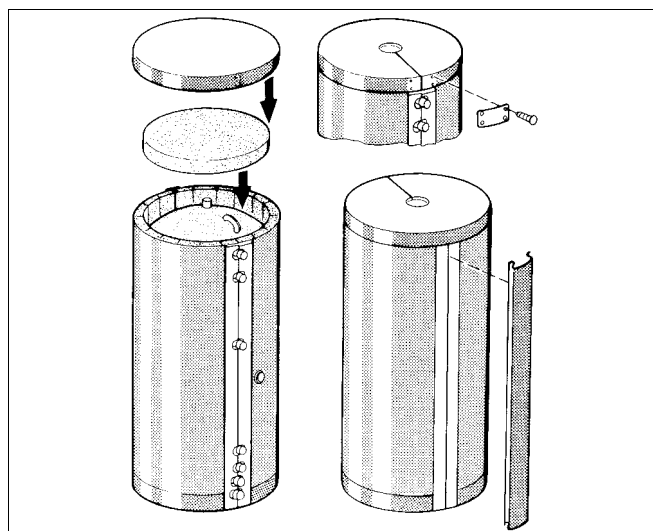

Fig. 9 Montage matelas isolant
- Poser le disque isolant supérieur sur la trappe de visite de manière à ce qu'il ferme avec le matelas isolant (fig. 9).
- Recouvrir le disque isolant et le bord du matelas isolant avec le capot du préparateur (capot en matière synthétique pour le PL 1500 en 2 parties) (fig. 9).
- Appuyer le cache de fermeture sur la partie frontale sur la bague de fermeture du matelas isolant (fig. 9).